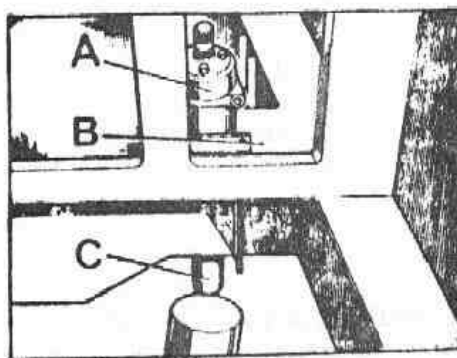

Fig. G-49 Desmontaje de la caja compensadora
1.5. Utilizando el mazo y botador de bronce, C (Fig. G-49), empujar la caja compensadora hacia la parte superior hasta que quede separada del bastidor. Si fuese necesario, se utilizará aceite penetrante entre la caja y el bastidor.